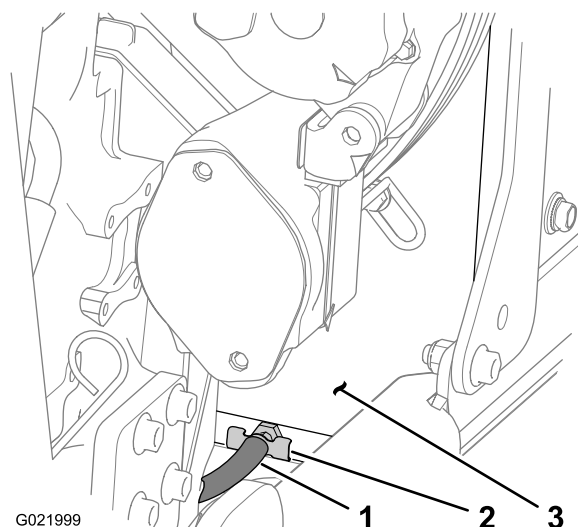

Рисунок 78
3. Установите сливной поддон с минимальной емкостью 20 л (5,3 галлона) под открытый конец сливного шланга (Рисунок 78).
5. Закройте сливной кран (Рисунок 78).
- F. Откройте сливной кран и слейте чистящий раствор в сливной поддон (Рисунок 78).
- E. Откройте сливной кран (Рисунок 78) и слейте воду в сливной поддон.